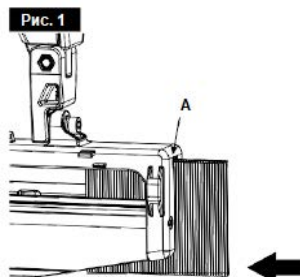

Рис. 2
2. Вставьте полоску крепежа с задней стороны магазина (A). Убедитесь, что крепежные детали направлены вниз. (См. рис. 1 и рис.2)